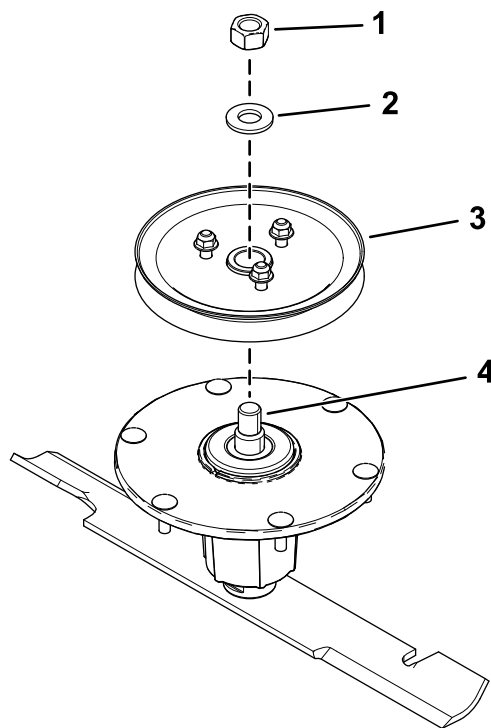

Figur 8
4. Montera de tre muttrarna löst på tapparna (Figur 8).